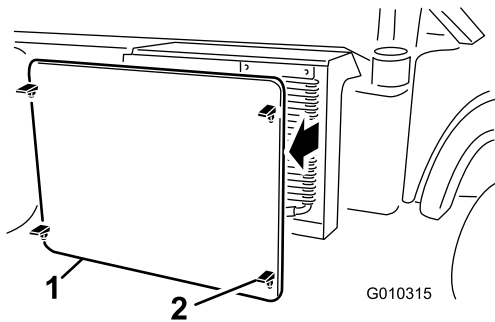

Figura 57
2. Sganciate e togliete la griglia del radiatore dalla parte anteriore del radiatore (Figura 57).